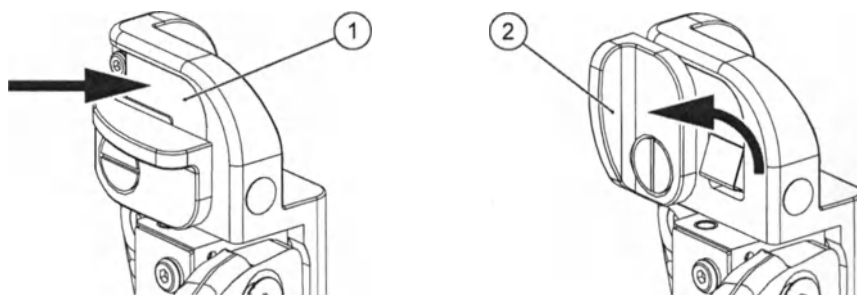

Рис. 5.69 Разблокировка устройства позиционирования
- 1 Нажмите на запорную пластину (1) (см. Рис. 5.69 ) и поверните фиксирующий рычаг (2) в крайнее верхнее положение.